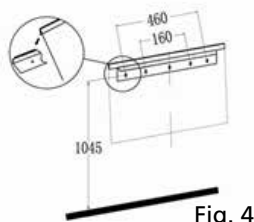

Fig. 4
- For optimal visning skal du markere de fire øverste skruer, der fastgør positionerne på væggen i overensstemmelse med de anbefalede fastgørelsesmål – se fig.4..
- Løft varmeapparatet forsigtigt op, og sørg for, at den øverste bageste kant af varmelegemet passer ind i det lange vægbeslag (se fig. 4 i cirkel) og sidder centralt.